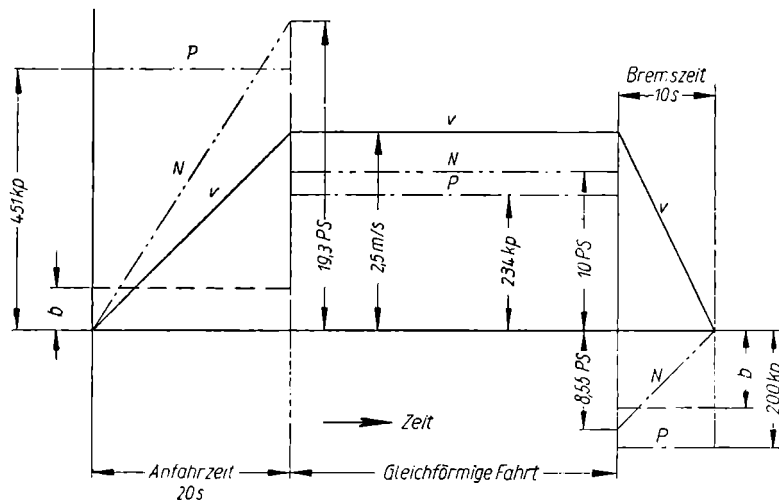

Bild 12
e) Auf der waagerechten Diagrammchse werden die Zeiten in bestimmtem Maßstabe aufgetragen (Bild 12).